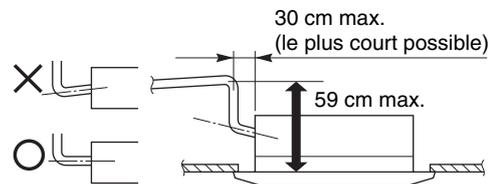

Fig. 3-12
- Si vous devez rehausser le tube d'évacuation des condensats, vous pouvez le surélever de 59 cm maximum par rapport à la partie inférieure du plafond. Ne le surélevez pas davantage, sinon vous risquez de provoquer des fuites d'eau. (Fig. 3-12)